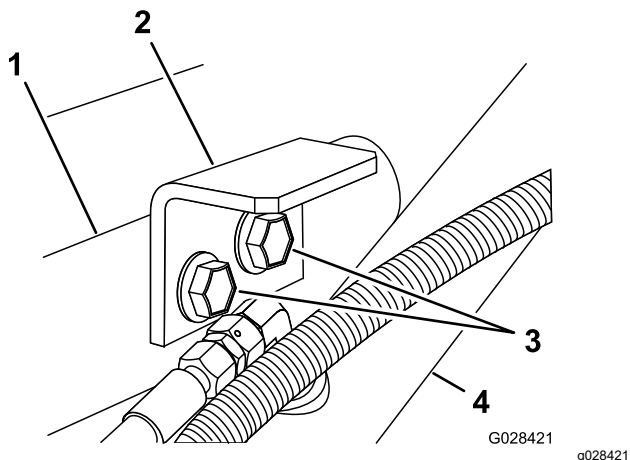

図 7
3. ホールドダウンブラケットを支持ブラケットとフレームに組み付ける; ステップ 1 で外したフランジヘッドボルト2本とフランジロックナットを利用する (図 7)。